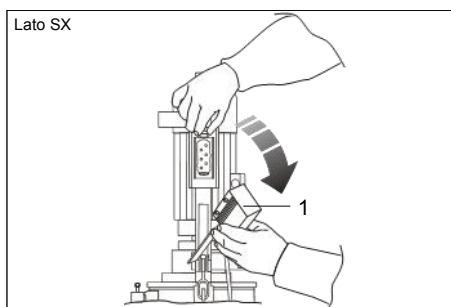

FIG.14 (Presa di alimentazione elettrica solo mod. Plus Mono)
- 1) Togliere la presa di alimentazione elettrica del motoriduttore (FIG.14-Rif.1) solo su mod. Plus Mono;